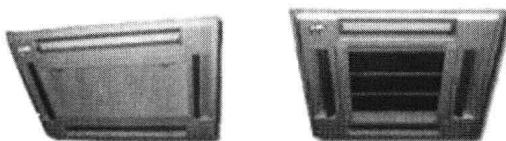

图 1-6 典型吊顶式空调器的室内机
(3) 吊顶式空调器 吊顶式空调器就是因为它的室内机吊到室内天花板上而得名。吊顶式空调器不仅节省空间，而且还富有装饰性。吊顶式空调器根据安装位置又分为普通吊顶式和墙角吊顶式两种。典型的吊顶式空调器的室内机如图 1-6 所示。